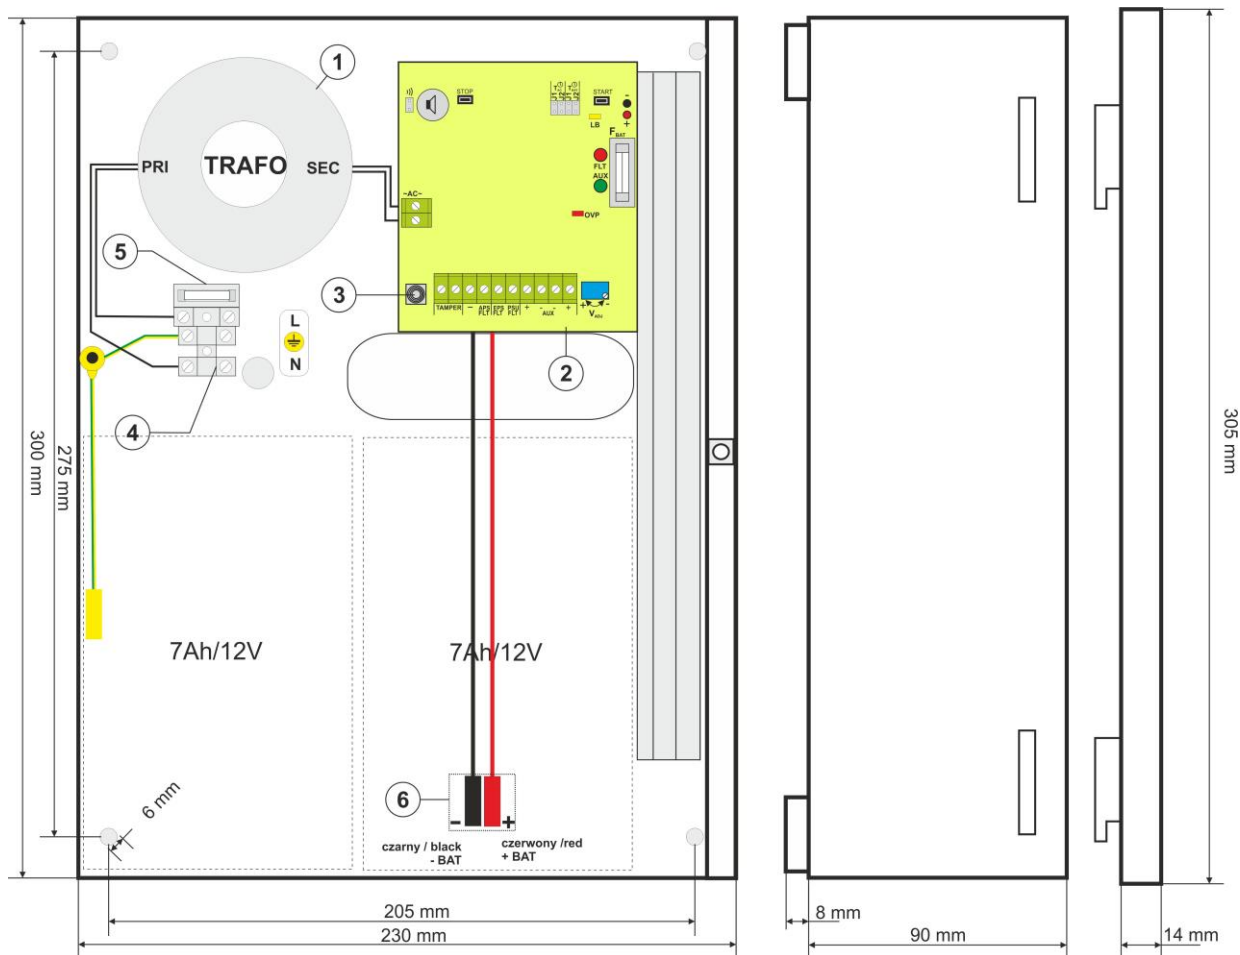

Bild. 3. Netzteil-Ansicht.
Tabelle 2. Elemente des Netzteils (siehe Bild 3).
Befestigung	Siehe Bild 3
7. Den Akku an angewiesenen Stelle des Gehäuses (Abb. 3) montieren. Den Anschluss zwischen dem Akku und der Netzteilplatte ausführen. Dabei auf die Einhaltung der entsprechender Polarität besonders Acht zu geben.